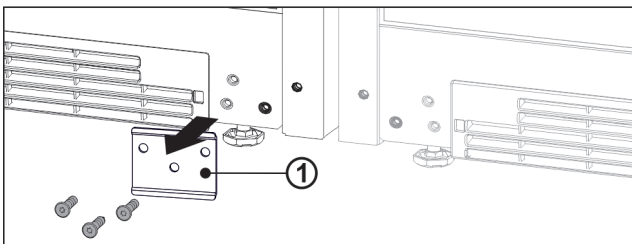

Fig. 13
- ▶ Jeżeli zamontowana jest blaszka Fig. 13 (1), należy ją odkręcić.